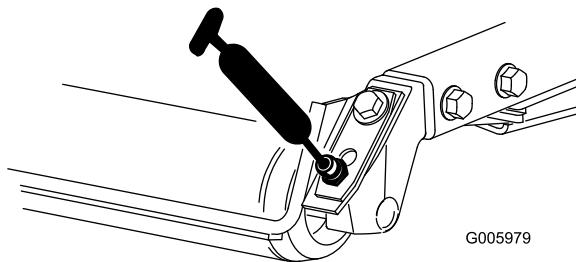
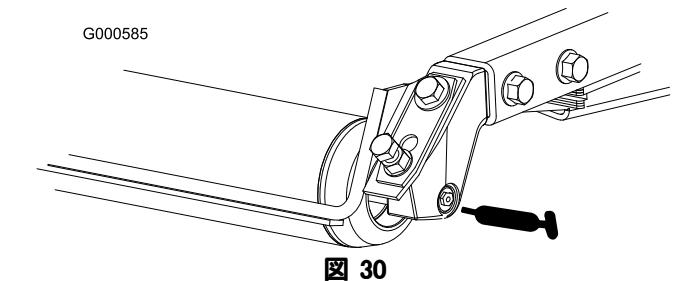

図 29
図 30
- ・後ローラのベアリング（各カッティングユニットに2ヶ所）（図 29 または 図 30）
注 ローラの注入部が面一フィッティングの場合（図 30）は、グリスガン用ノズル・アダプタが必要です。パーツ番号は P/N 107-1998。ご注文は Toro 代理店へ。